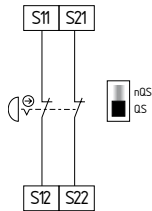

Fig. 11
**Circuit d'arrêt d'urgence à 2 canaux avec organes de commande selon EN ISO 13850 et EN 60947-5-5 (Fig. 11)**